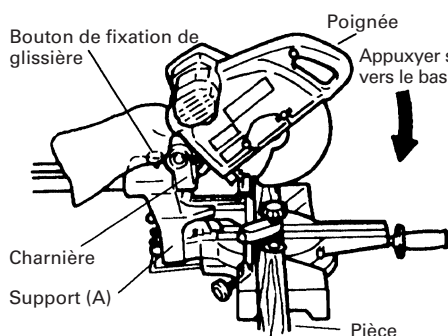

Fig. 22
Glisser la charnière sur le support (A), et serrer le bouton de fixation de glissière comme indiqué à la Fig. 22. Abaisser la poignée pour couper la pièce. Cette façon d'utiliser l'outil électrique permet de couper des pièces d'une section allant jusqu'à 85 mm (3-11/32").